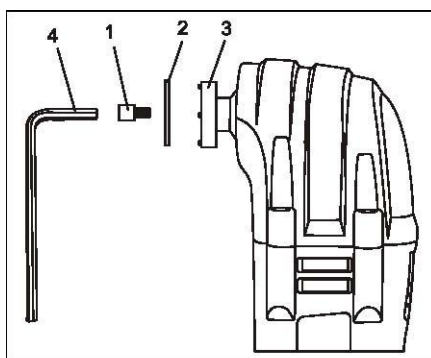

Fig. 1
1 Enlevez la vis (1) en la tournant dans le sens contraire des aiguilles d'une montre. Retirez la rondelle (2) du porte accessoire (3). S'il est impossible de dévisser avec les doigts, utilisez la clé hexagonale de 5 mm (4) (Fig.1).